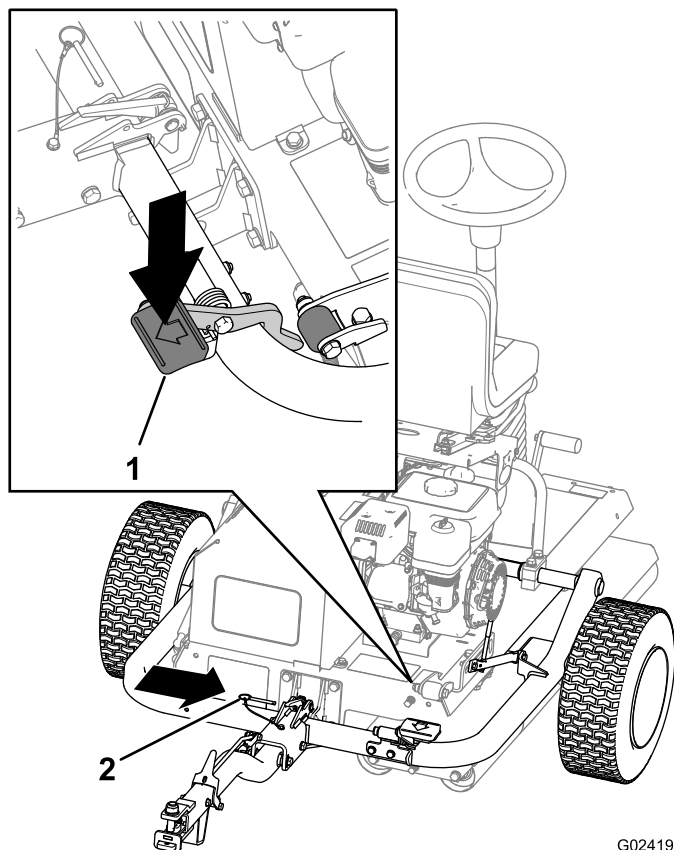

Figure 26
- C. Appuyez sur la pédale d'attelage jusqu'à ce que l'attelage se verrouille en place (**Figure 26**).
- D. Insérez la goupille de blocage (**Figure 26**).